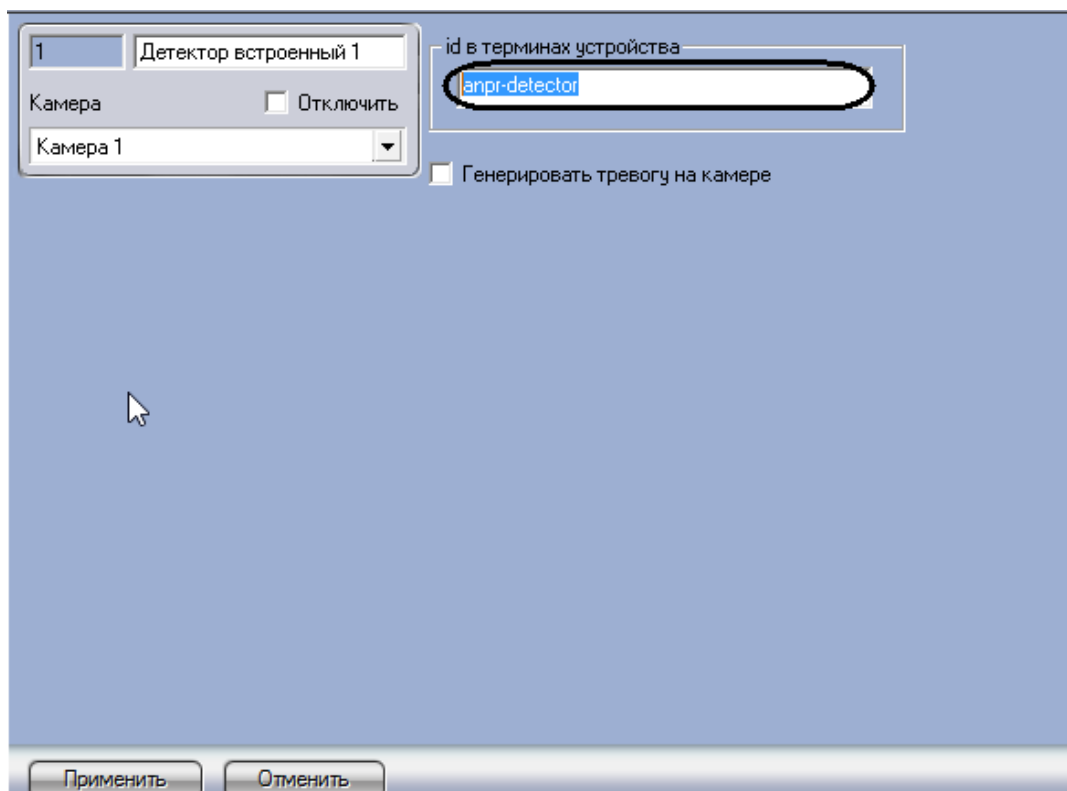

Рис. 7.2—37 Настройка объекта «Встроенный детектор»
1. Создать объект «Встроенный детектор» на основе объекта «Камера»(см. Рис. 7.2—37). В поле «id в терминах устройства» ввести значение «anpr-detector».